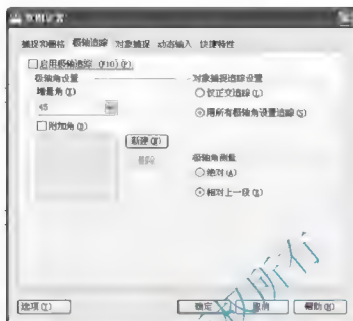

图 2.78 【草图设置】对话框
(1) 右击状态栏上的【极轴】按钮, 在弹出的快捷菜单中选择【设置】选项, 打开【草图设置】对话框, 选项设置如图 2.78 所示。